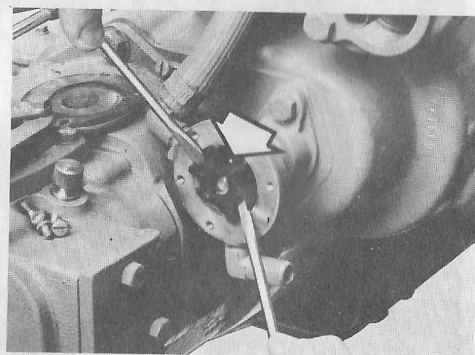

Figure 21. Démontage de la turbine de pompe. La flèche indique la vis de verrouillage de la turbine
1. Fermez le robinet de coque. Démontez le couvercle de la pompe à eau de mer. Faites attention aux entrées éventuelles d'eau dans le moteur. Avec deux tournevis, sortez l'arbre et la turbine du corps de pompe jusqu'à pouvoir dévisser la vis de fixation de cette turbine, voir figure 21. REMARQUE: Protégez les lames de tournevis afin d'éviter d'endommager le corps de pompe.